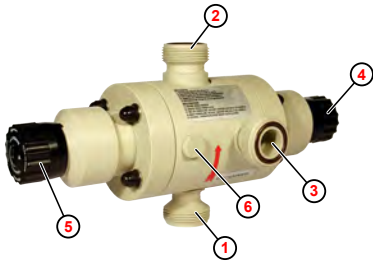

Abb. 1: Aufbau MFV III-IV, Typ 4, 5
Die hier beschriebenen Arbeitsschritte gelten für alle Anschlüsse (Eingang, Ausgang und Bypass) gleichermaßen. (Abb. 1 ①, ②, ③).